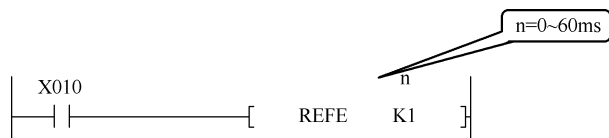

图 5-51 REFF 指令的应用格式
REFF 是修改滤波时间常数和立即刷新高速输入指令，16 位操作指令为 REFF、REFF (P)。指令功能是立即刷新高速输入 X0 ~ X7，并修改其滤波时间常数。常数 n 表示数字滤波时间常数的设定值，其取值范围是 0 ~ 60ms，n = 0 时的实际设定值为 50μs。图 5-51 所示为 REFF 指令的应用格式。应注意的是，REFF 指令必须在程序运行时间内一直被驱动，否则 X0 ~ X7 输入滤波时间常数将被恢复至默认值 10ms。